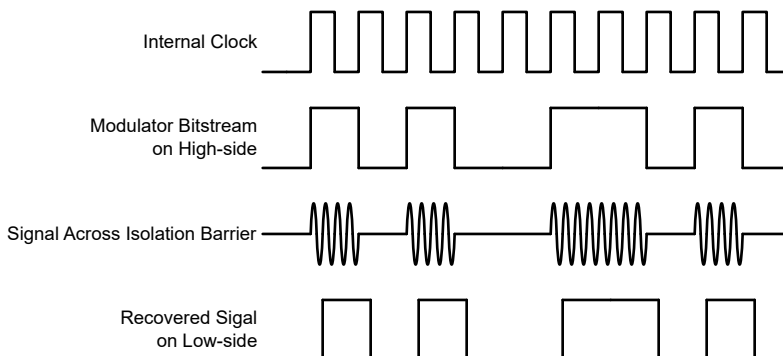

図 7-1. OOK ベースの変調方式
図 7-1 に示されているように、AMC0380R-Q1 は、オン / オフ キーイング (OOK) 変調方式を使用して、変調器の出力ビットストリームを、 $\text{SiO}_2$  ベースの絶縁膜間で伝送します。送信ドライバ (TX) をに 機能ブロック図 示します。TX は、内部で生成された高周波キャリアを絶縁バリア越しに送信し、デジタル 1 を表現します。ただし、TX はデジタル 0 を表す信号を送信しません。AMC0380R-Q1 で使用されるキャリアの公称周波数は 480MHz です。